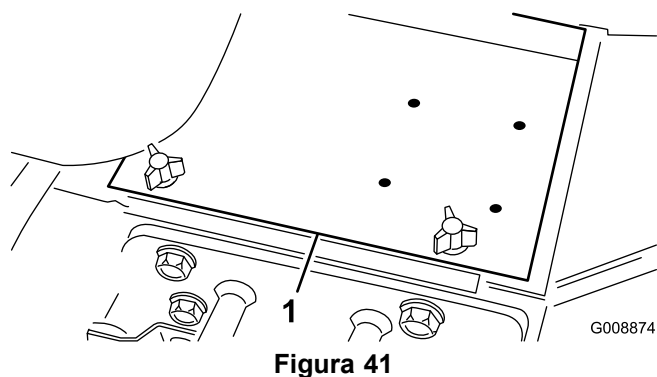

Figura 41
2. Desaperte os manípulos e retire a cobertura da bateria (Figura 41).